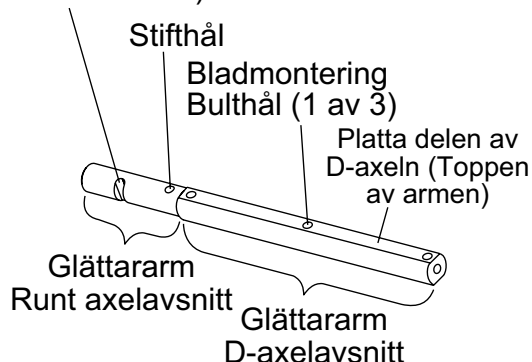
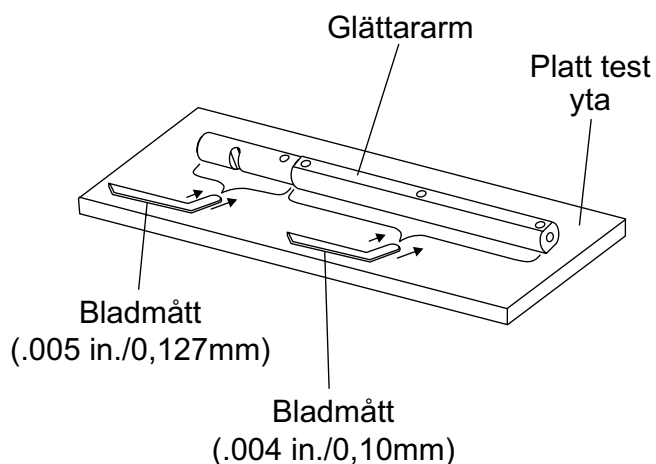

Bild 42. Glättararm
Bild 43. Kontrollera glättararmens planhet
Glättararmar kan skadas av ovarsam hantering, (såsom att tappa glättaren på plattan), eller genom att slå emot exponerade rörsystem, formar, eller armeringsjärn under drift. En böjd glättararm gör att glättaren inte kan fungera i en jämn flytande rotation. Om böjda glättararmar misstänks, ska du kontrollera planhet enligt följande, se bild 42 och bild 43:
2. Kontrollera alla sex sidorna av glättararmen. Ett bladmått på 0,004 tum (0,10 mm) bör inte kunna passera mellan utrymmet mellan glättararmen och testytan längs dess längd på testytan. (bild 43).
3. Fäst bladens spännband till den bortsidan av Z-klämmans konsoler med spännbandsknopparna som visas på bild 42.